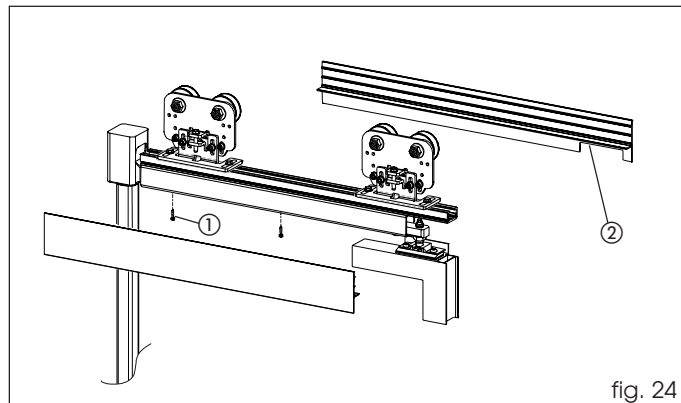

fig. 24
Positionner provisoirement les vis de support du carter sur la tige supérieure (fig. 24 réf. ①) et poser les deux carters de protection en utilisant les rainures prévues à cet effet.
Réaliser un défoncement sur le carter (fig. 24 réf. ②), au niveau du couvercle de fermeture du carter, pour éviter que le carter n'interfère avec le défoncement du vantail.